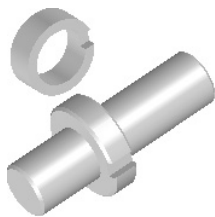
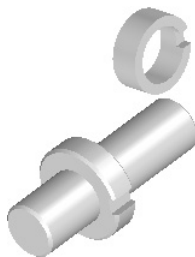

图 7.4.7 位置 1
图 7.4.8 位置 2
Step3. 调整第二个零件的位置。在图形区中选定轴套模型并拖动鼠标，可以看到轴套模型随着鼠标移动，将轴套模型从如图 7.4.7 所示的位置移动到图 7.4.8 所示的位置。